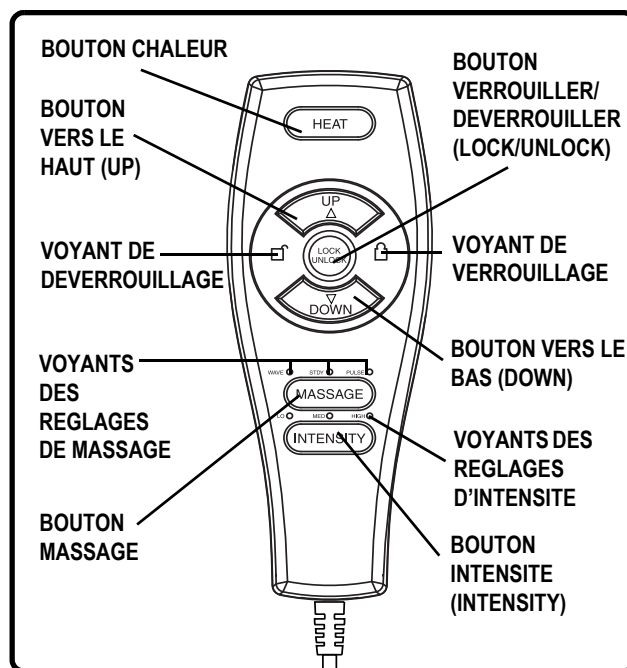

Figure 5.2 Manette chaleur et massage
Voici comment vous asseoir dans votre fauteuil relever (Fig. 5.2):
Voici comment incliner votre fauteuil relever à partir de la position assise (Fig. 5.2):
Voici comment vous relever de votre fauteuil relever (Fig. 5.2):
**Voici comment activer/désactiver la fonction de verrouillage (Fig. 5.2):**
**Voici comment utiliser la fonction de chaleur (Fig. 5.2):**
**Voici comment utiliser l'option de massage (Fig. 5.2):**
**Voici comment régler l'intensité de la fonction de massage (Fig. 5.2):**